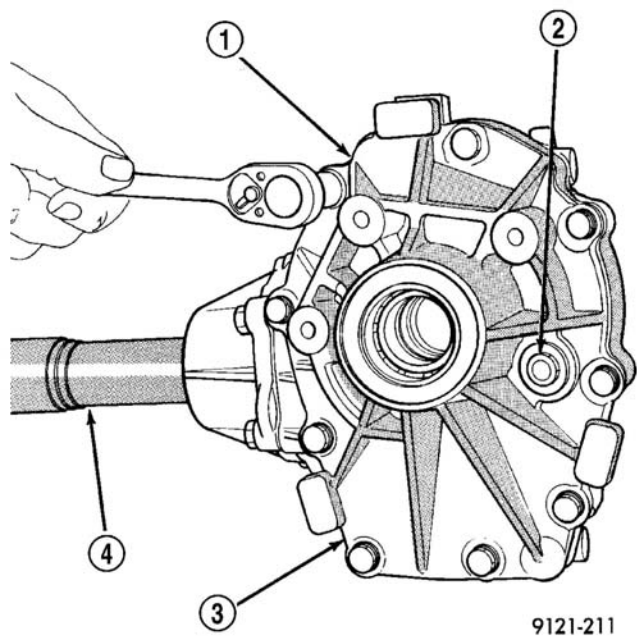

图 38 端盖螺栓
- (1) 从车上拆下动力分配装置。
- (2) 拆下端盖螺栓（图 38）。